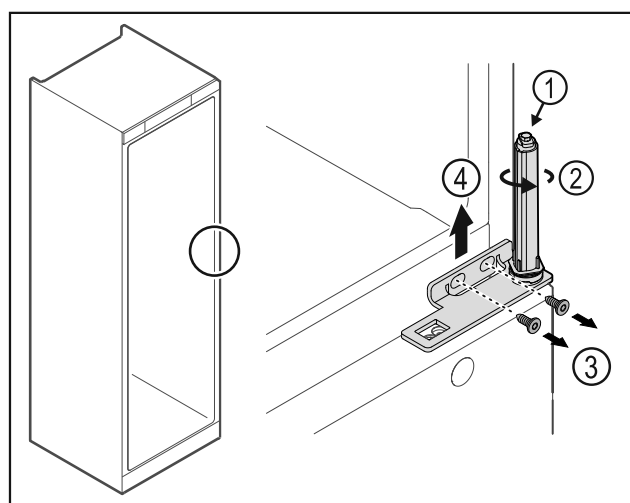

Fig. 32
- ▶ Не розбирати систему закриття дверей Fig. 32 (1).
- ▶ Повертати систему закриття Fig. 32 (2) до кляцання.
- ▶ Ослабити гвинти *Fig. 32 (3)*, шарнірний кутик *Fig. 32 (4)* зняти рухом вгору.